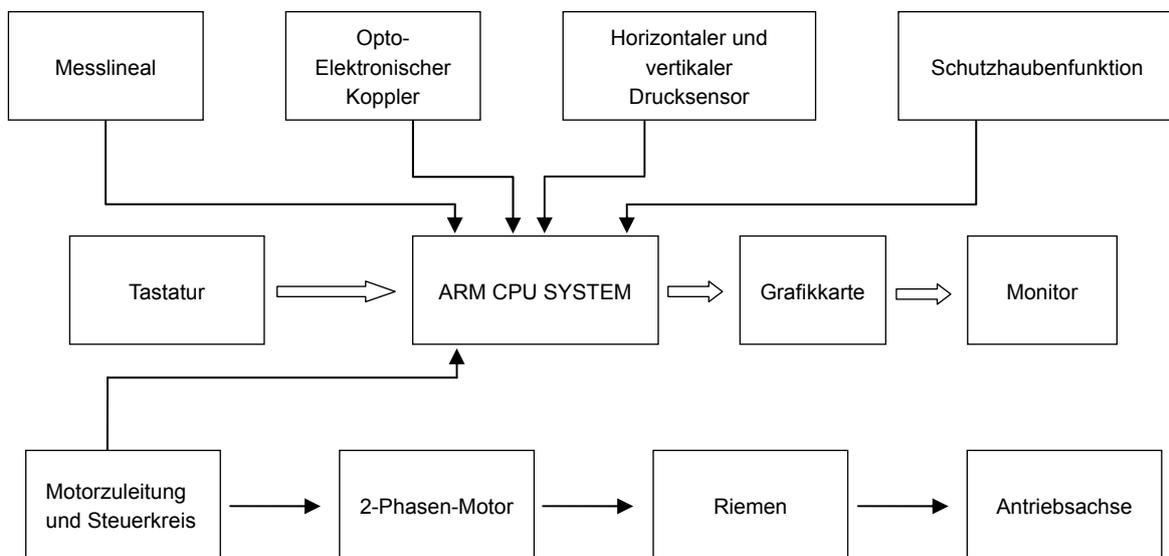

Abbildung 1.1
2.2 Recheneinheit (Abbildung 1.1)
Schemata der zusammenhängenden Arbeitsfaktoren der Maschine (siehe Abbildung 1.1)